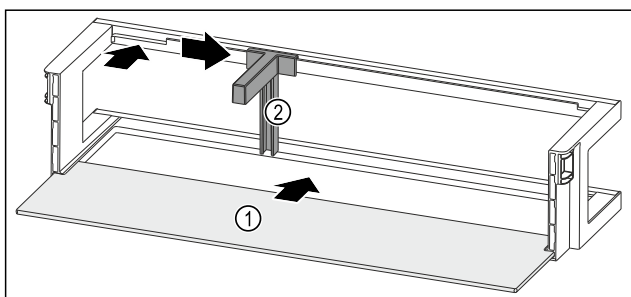

Fig. 136 Ajtópolc tárolólappal
- Tolja be a tárolólapot Fig. 136 (1) az oldalsó mélyedésbe.
- Helyezze be a palacktartót Fig. 136 (2) a mélyedésbe.
- Tolja oldalra a kívánt pozícióba a palacktartót Fig. 136 (2).